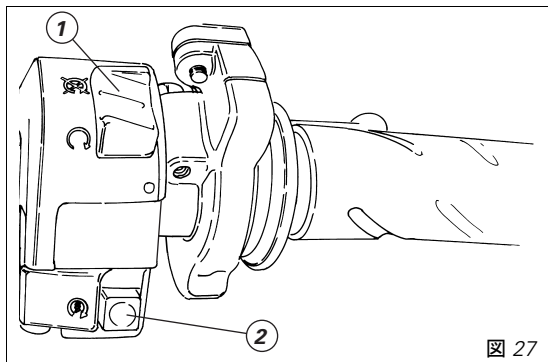

図 27
3) エンジン停止スイッチ (1, 図 27) が **○ (RUN)** の位置になっていることを確認し、始動ボタン (2, 図 27) を押しませ